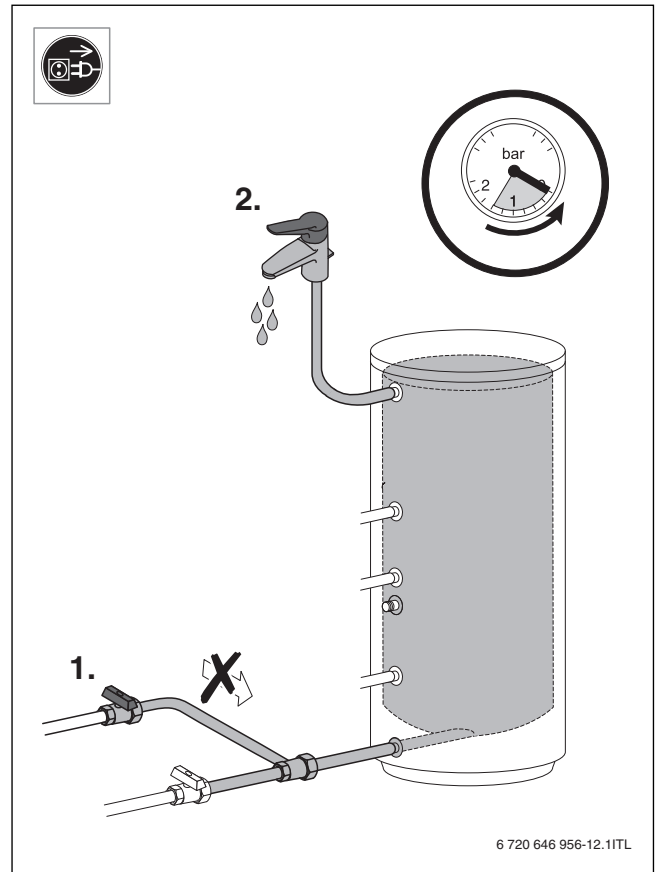

Fig. 24
- ▶ Boiler drukloos maken (→ afb. 24, pagina 73).